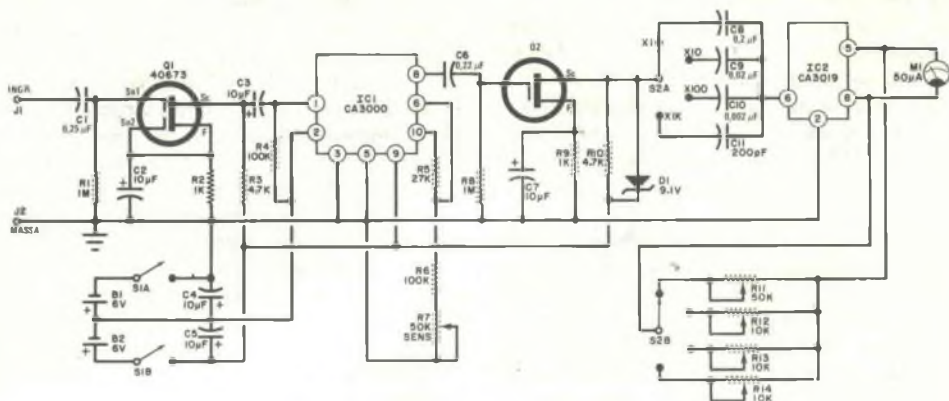

Fig. 1 - L'alta impedenza d'entrata viene fornita dal FET Q1. IC1 è un trigger di Schmitt e IC2 un complesso di diodi.
**Come funziona** - Come si vede nella *fig. 1*, il segnale d'entrata in J1 viene amplificato da Q1, un FET ad alta impedenza d'entrata. In IC1, un amplificatore differenziale in c.c. collegato come trigger di Schmitt, la forma d'onda viene squadrata, quindi viene ulteriormente amplificata da Q2, un altro FET. Il diodo zener D1 limita le escursioni d'uscita a 9,1 V.